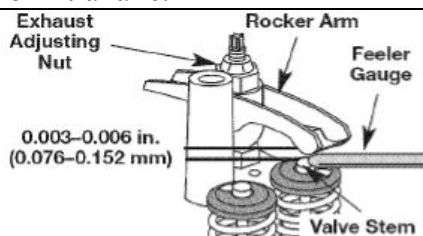

Рис. 30
7. Поместите щуп между коромыслом и возвратной пружиной клапана. Определите значение зазора между штоком клапана и коромыслом (Рис.30). Замеры проводятся как на впускном, так и на выпускном клапане.
- а поверните регулировочную гайку при использовании ключа размером 5/16 дюйма или накидной головки (Рис. 30);